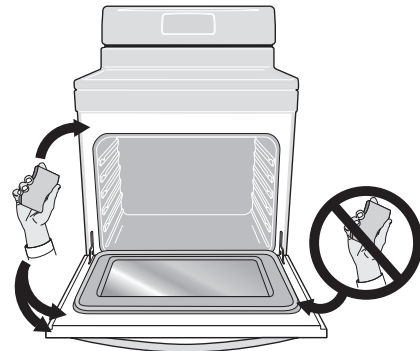

Figura 48: No limpie la junta de la puerta del horno.
12. Limpie la cavidad del horno y la parte inferior. No limpie las juntas de la puerta del horno (Figura 48).